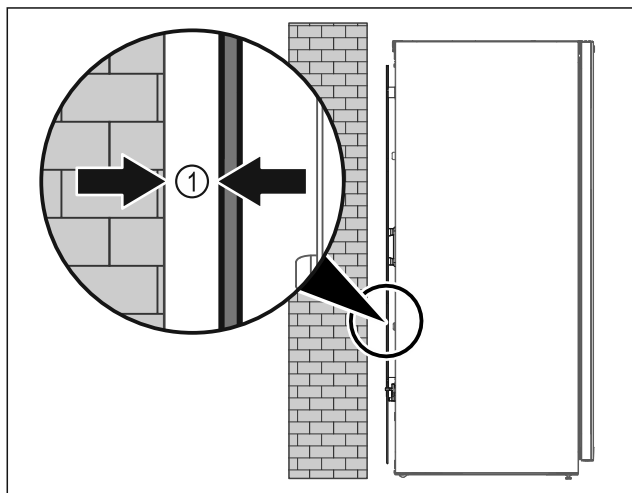

Fig. 5
- ▶ Állítsa fel a készüléket szabadon a helyiségben, vagy közvetlenül a fal mellé legalább 5 mm Fig. 5 (I) minimális távolságban.